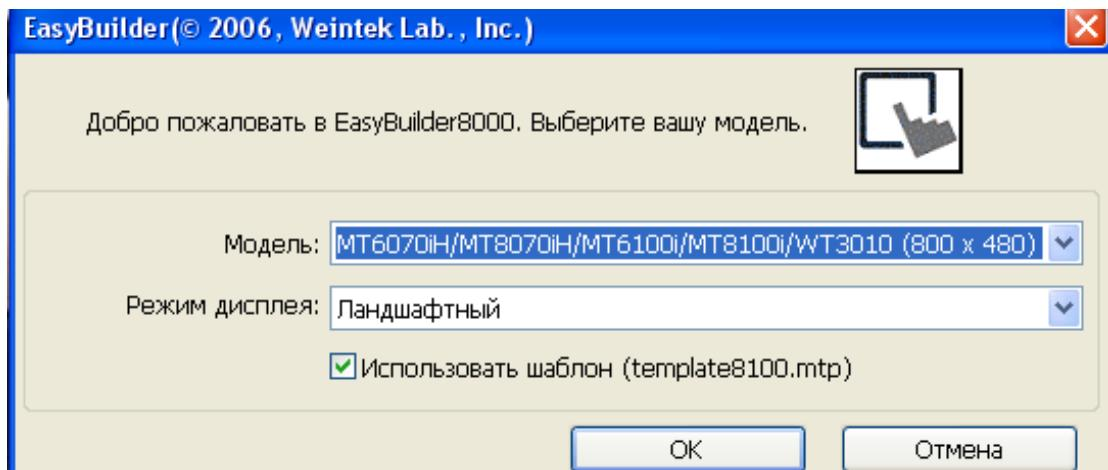

Рис. 5. Выбор режима дисплея
3.3.4. В том же окне выбрать режим дисплея – «Ландшафтный» (горизонтальная ориентация экрана), как показано на рис. 5. Нажать кнопку **OK**.